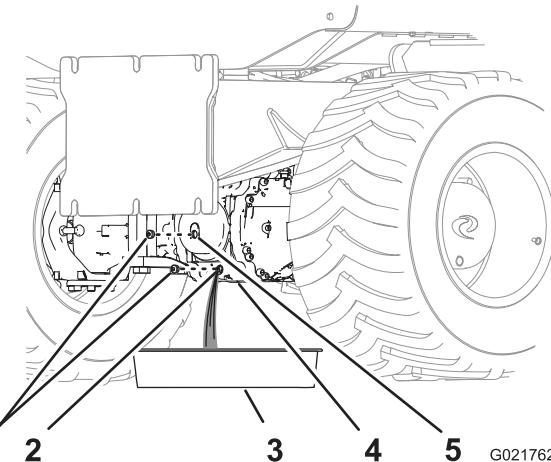
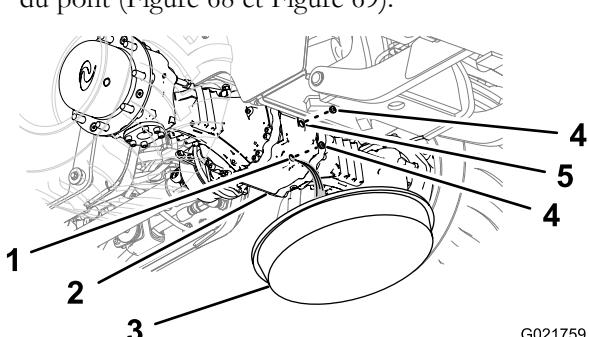

Figure 69
Figure 68
2. Enlevez les bouchons du regard et de l'orifice de vidange du logement de pignon (Figure 68 et Figure 69).